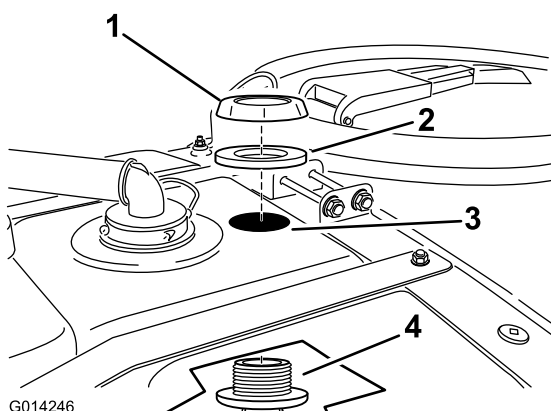

图15
2. 将喷嘴组件向上穿过刚才钻的孔（图15）。
3. 将垫片和塑料凸缘螺母拧在药缸顶部隔板外露的螺纹上（图15）。